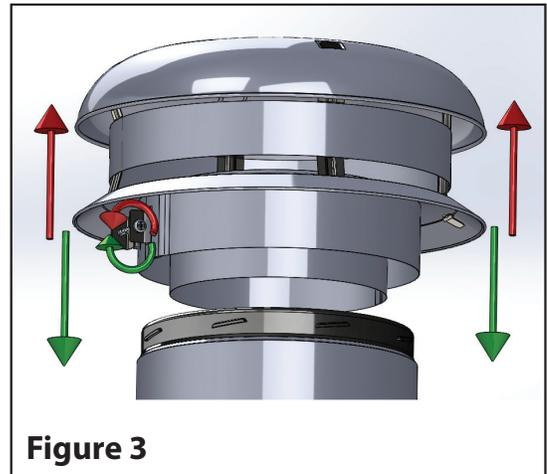

Figure 3
Étape 8 : Fixez le chapeau pare-pluie sur la cheminée. (**Voir Figure 3**).
Étape 12 : Fixez le chapeau pare-pluie sur la cheminée. (Voir Figure 3).